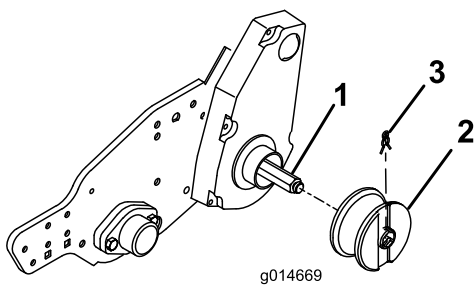

図 6
6. 各ホイールシャフトにレールホイールを取り付けチャンネル部が外側を剥くように、クリップで固定する 図 6。